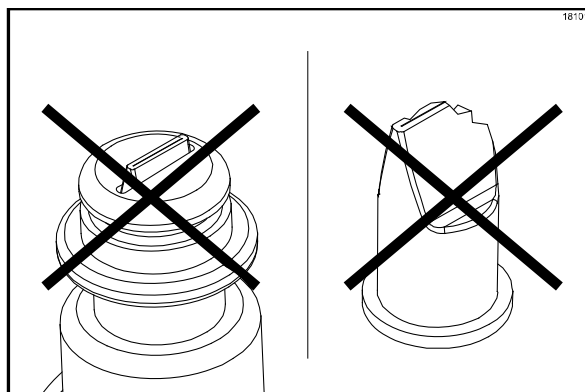

Рис. 181
**Примечание:** при повреждении клапана "утиный нос" или его выходе за пределы плоскости торца наконечника замените клапан. (См. рис. 181.)